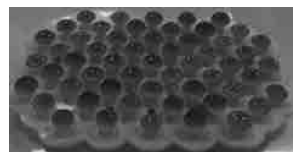

図1 吸盤の上に水滴を並べると
- (1) スポイトの使い方を練習するため、シリコン製の型に水をこぼさないように入れます。スポイトを使いながら、指先を調整することで水玉の大きさが変わることや、スポイトの口を下にしたままでも水が落ちないことを知ることができます。（図1）